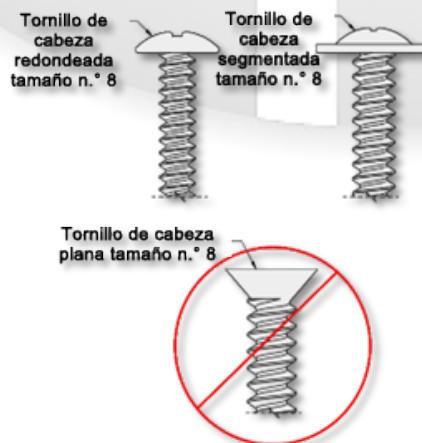

Figura 4: Cabezas de tornillo aprobadas: anclajes de correa, arandelas de defensa y brida de clavo
- a) Debe utilizarse un tornillo de cabeza plana del n.º 8 como se muestra en la *figura 4*.